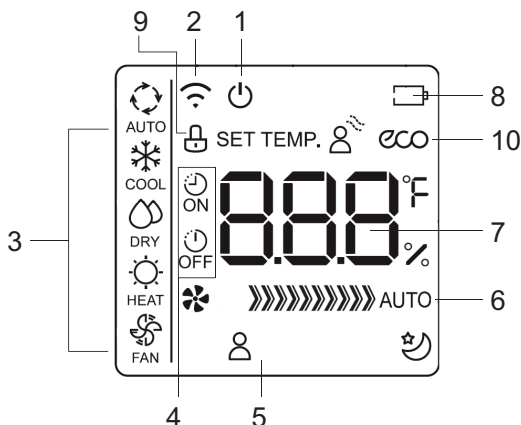

fig. 2 -
| Description Affichage ("fig. 2 -") .....                                    | 78        |
**Description Affichage ("fig. 2 -")**